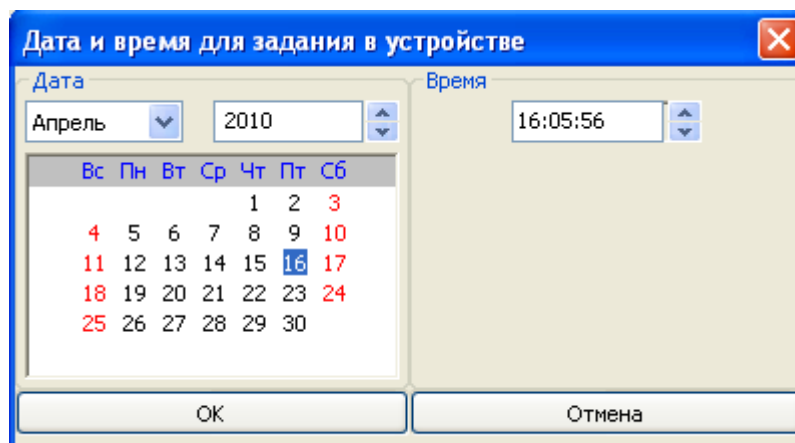

Рисунок 6. Окно «Дата и время для задание в устройстве»
- кнопка «**Дата/время в устройстве...**». Кнопка активна для СИ, имеющих (либо эмулирующих) внутренние часы. По нажатию кнопки отображается окно «Дата и время для задание в устройстве» (Рисунок 6). Выбранные в окне дата и время передаются в память СИ кликом на кнопке «Ок»;